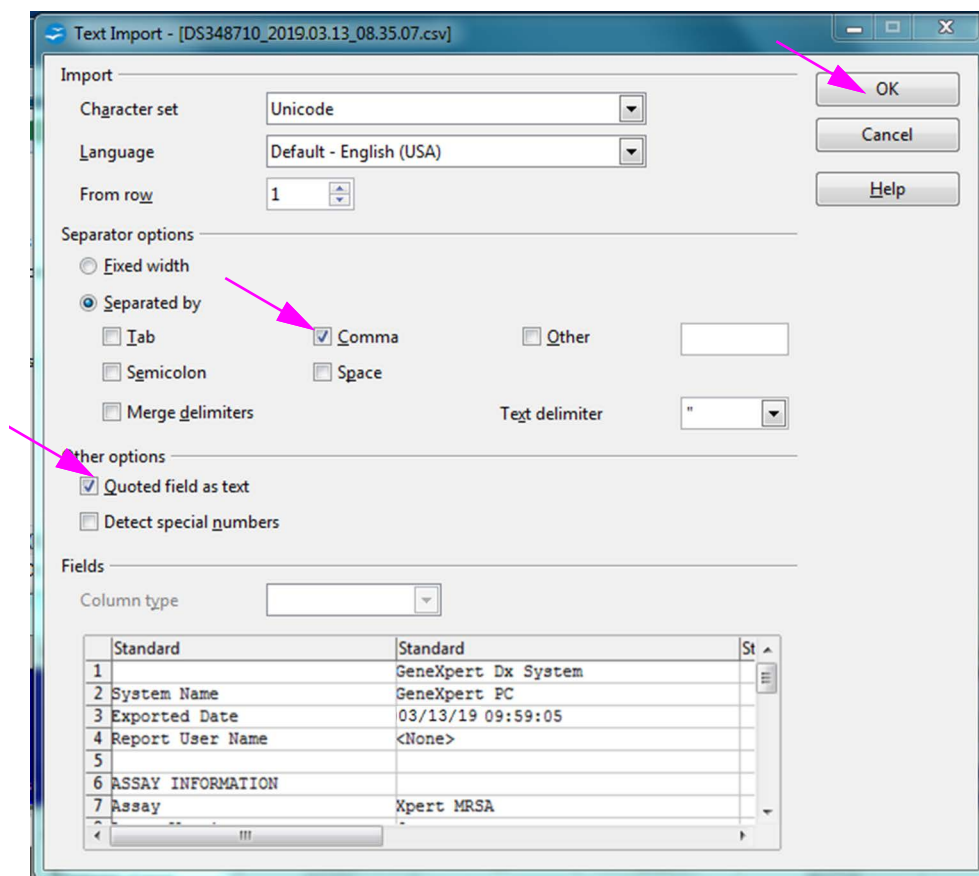

Figure D-4. Écran Text Import (Import de texte) avec les nouveaux paramètres sélectionnés
5. Cochez la case à la gauche de **Comma (Virgule)** et de **Quoted field as text (Champ entre guillemets comme texte)**. Consultez la Figure D-4.